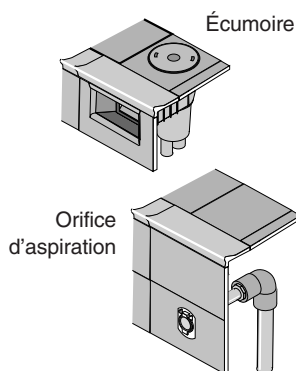

Figure 5
Étape 5 : Régler les robinets pour l'aspiration (Figure 5)